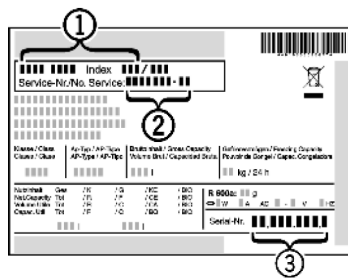

Рис. 4
- ▶ Прочтите обозначение модели *Рис. 4 (1)*, сервисный номер *Рис. 4 (2)* и серийный (заводской) номер *Рис. 4 (3)* на табличке с техническими характеристиками, расположенной на левой стенке внутри морозильной камеры.
- ▶ При обращении в сервисный центр укажите характер неисправности, обозначение модели *Рис. 4 (1)*, сервисный номер *Рис. 4 (2)* и серийный (заводской) номер *Рис. 4 (3)*.